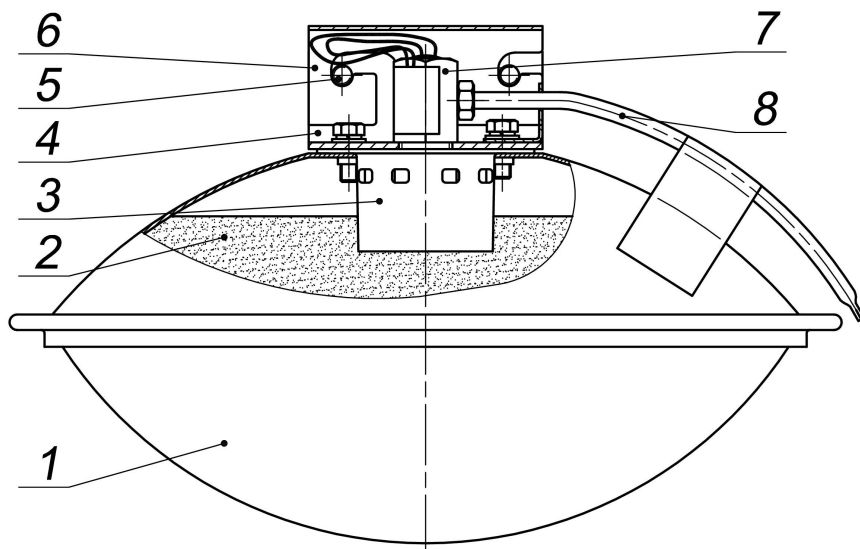

Рисунок 2 - Устройство МПП
- слесарным зубилом разрушить мембрану корпуса **1** (см. рисунок 2). Высыпать огнетушащий порошок в полиэтиленовый мешок или другую водонепроницаемую емкость, при проведении работ необходимо соблюдать меры предосторожности, указанные в разделе 5 настоящего документа. Производственные помещения, в которых производится работа с огнетушащим порошком, должны быть оборудованы приточно-вытяжной вентиляцией, обеспечивающей движение воздуха со скоростью от 0,3 до 0,7 м/с;